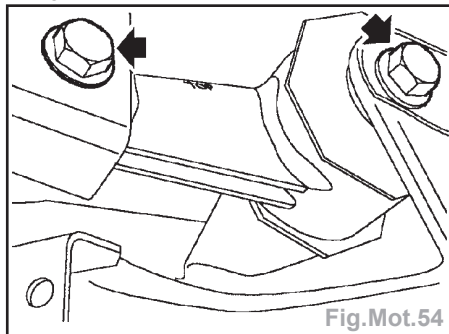

Fig.Mot.54
- Déposer l'appui inférieur du moteur (Fig.Mot.54).